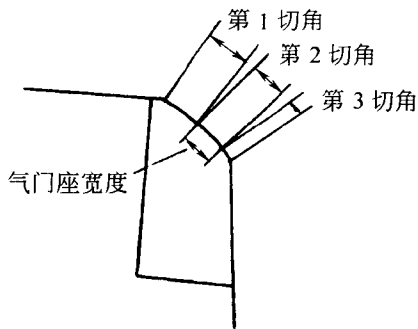
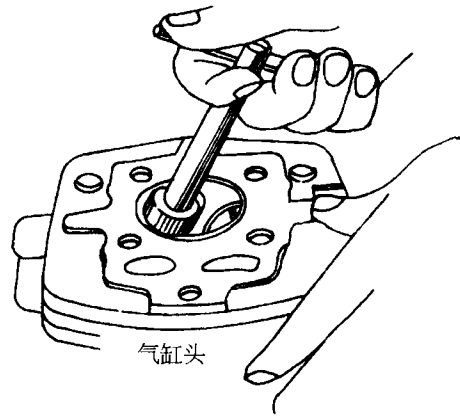

图 1-13 气门座形状
图 1-14 磨削气门座
(6) 气门座宽度和气门座与气门之间的密封性。气门座形状如图 1-13 所示。其第一切角为 32° ，第二切角为 60° ，第三切角为 45° 。进排气门座宽度的标准值为 $1.2^{+0.30}_0\text{mm}$ ，维修极限值为 2mm 。若宽度超过极限值，则用气门座铰刀和铰刀座对气门座进行磨削，如图 1-14 所示。磨削后应检查气门与气门座之间的密封性，其方法是：将气门装入气门座，然后将气缸盖倒置，向燃烧室倒少许煤油， $4 \sim 5\text{min}$ 后看气门与气门座的接触面间有无渗漏现象。如有渗漏，则应重新修磨